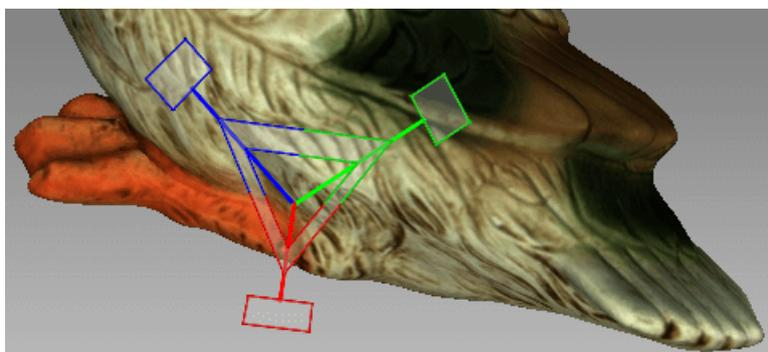

Abbildung 102: Skalierungs-Kontrolle
- Den Ursprung der Kontrolle (Abb. 102) oder eines der abgerundeten Enden im Fenster *3D-Ansicht* ziehen.